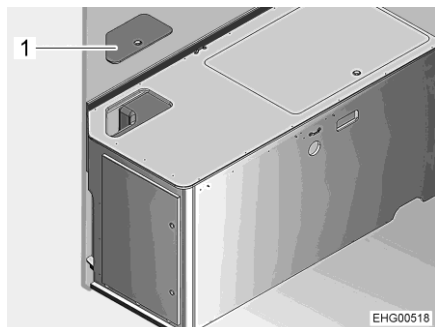

Bild 112 Sänglåda vänster
- Ta av servicelucka (Bild 112,1).